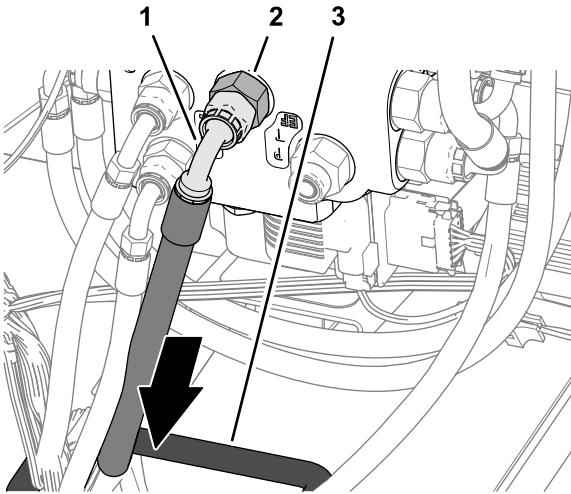

図 122
2. タンクリターンホース 10 x 2921 mm の端をフロアプレートのグロメットに通して配線します。 (図 122)。
3. タンクリターンホース 10 x 2921 mm のエルボ継手をステアリングバルブのポートEF継手に取り付け、両方のホース継手を締め付けます (図 122)。